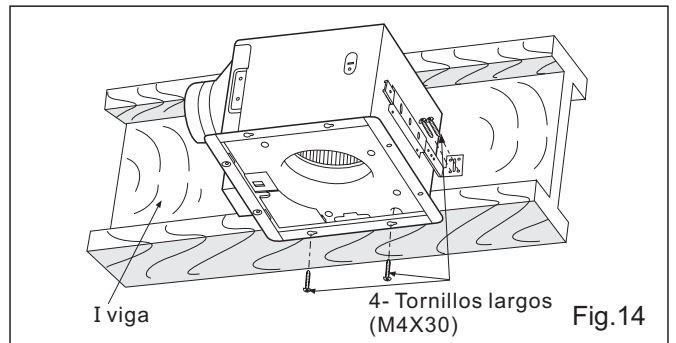

Fig.14
3. Conecte el ventilador a la viga I. (Fig. 14)